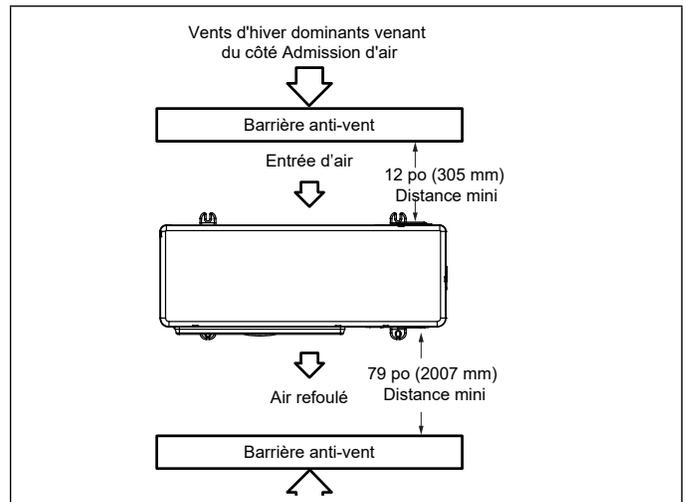

Figure 13. Barrière anti-vent
- Quand les vents dominants sont du côté de l'admission d'air, positionner la chicane anti-vent à un minimum de 12 pouces (305 mm) de l'unité comme illustré à la « Figure 13. Barrière anti-vent ».
- Quand les vents dominants sont du côté évacuation, positionner la chicane anti-vent à un minimum de 79 pouces (2007 mm) de l'avant de l'unité comme illustré à la « Figure 13. Barrière anti-vent ».